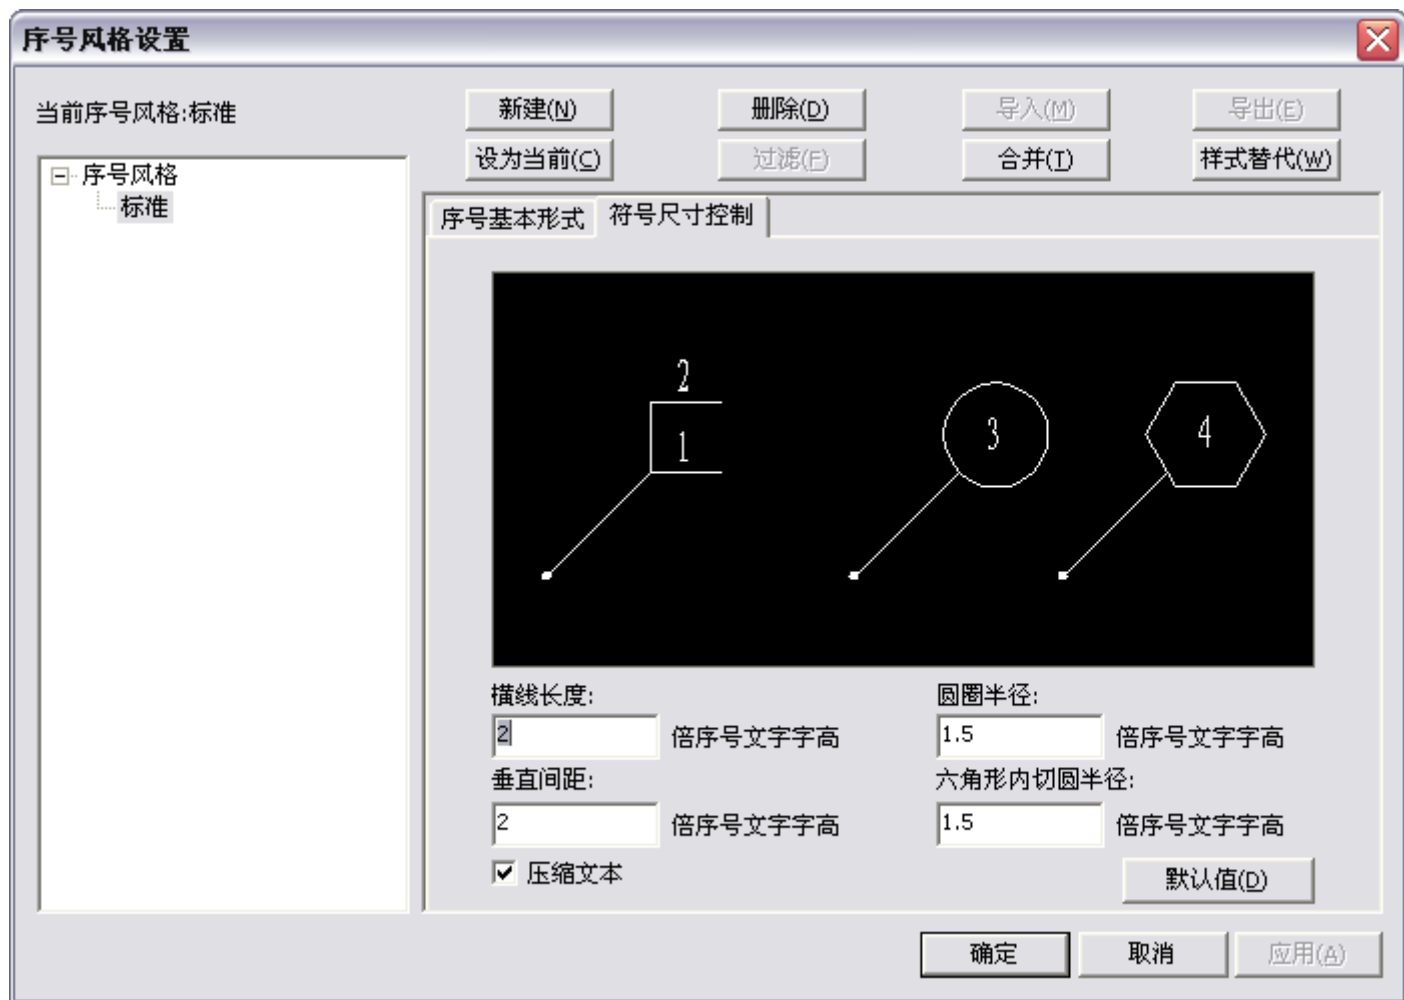

图 5-31 序号风格对话框
- 5) 单击【符号尺寸控制】切换到如图 5-31 所示的状态。
在图 5-31 所示对话框中单击【定制表头】切换到这个页面，可以按需要增删及修改明细表的表头内容。对话框内列出了当前表头的各项内容及各功能按钮。用户通过对各项内容的操作，建立一个新表头或修改原有表头。